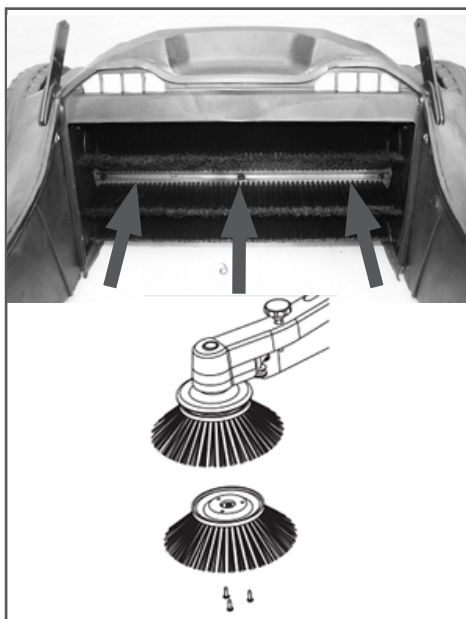

Рис. 10 Снятие щеток
Для замены задней щетки открутите 6 крепежных винтов (Рис. 10). Затем выньте две половинки основной щетки. Установите новую щетку в обратной последовательности.
Для замены круглой щетки открутите 3 крепежных винта (Рис. 10). Снимите щетку и замените ее новой. Закрутите шурупы крепления.
*Доступ к воздушному фильтру возможен только при снятии задней щетки (Рис. 10) или крышки корпуса (Рис. 12).*